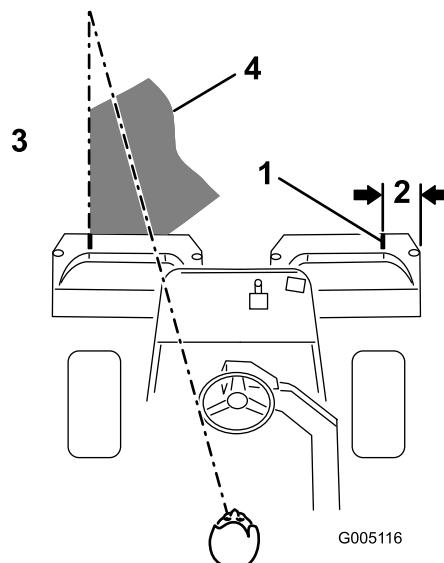

図 36
**注** グリーン内をぶれずにきれいに直進し、刈り込みの済んだ列との距離を一定に保って走るために、車体前方 1.8 から 3 m のところに視線を置いて、刈り込み済みの済んでいる列にラインを合わせるようにするのがコツです **図 36**。ハンドルを目印にして距離を合わせても良いでしょう。その場合、ハンドルの縁と本機前方の目標ラインとを重ねて見ながら運転します。